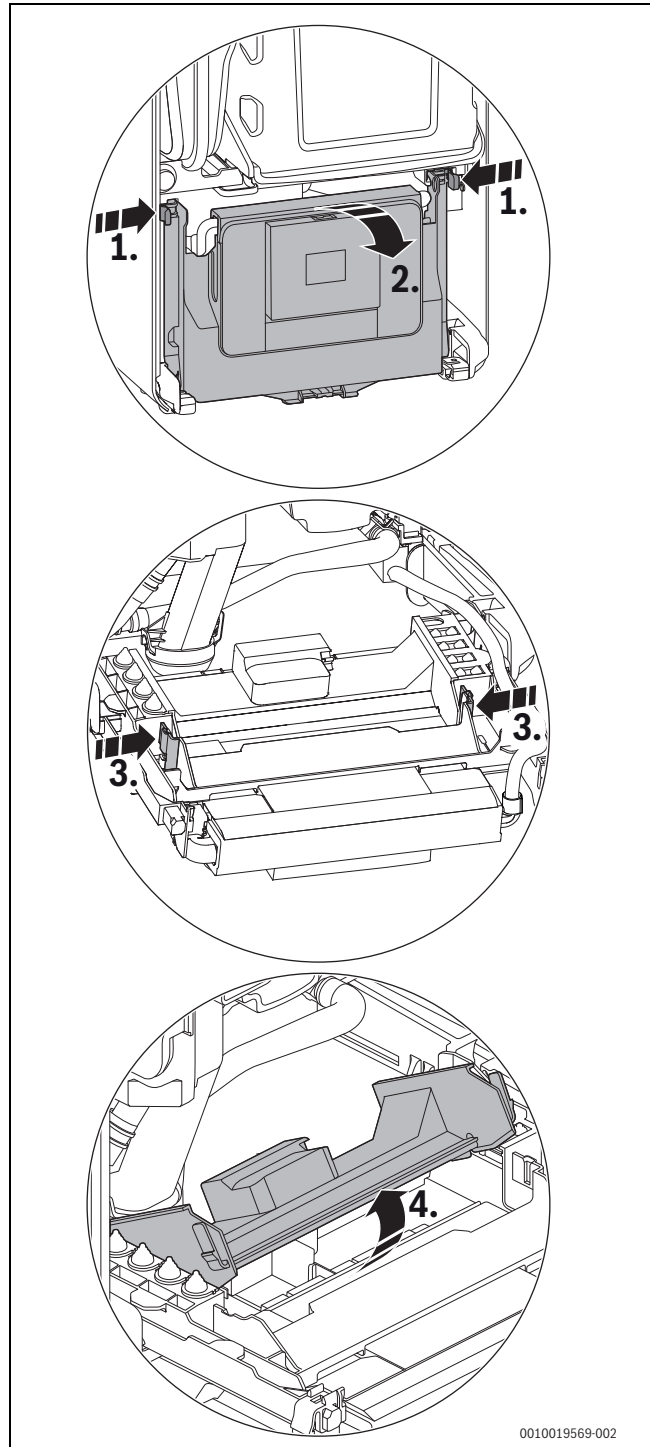

Bild 108 Abdeckung öffnen
► Steuergerät herunterklappen (→ Bild 108, Seite 52).